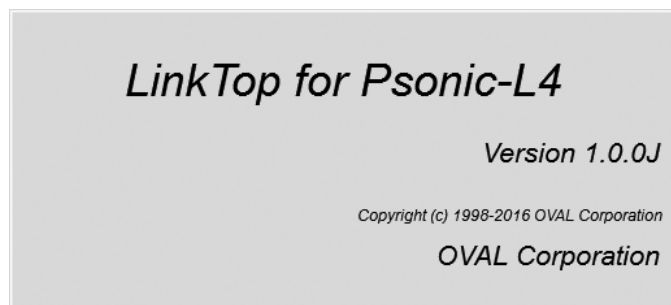
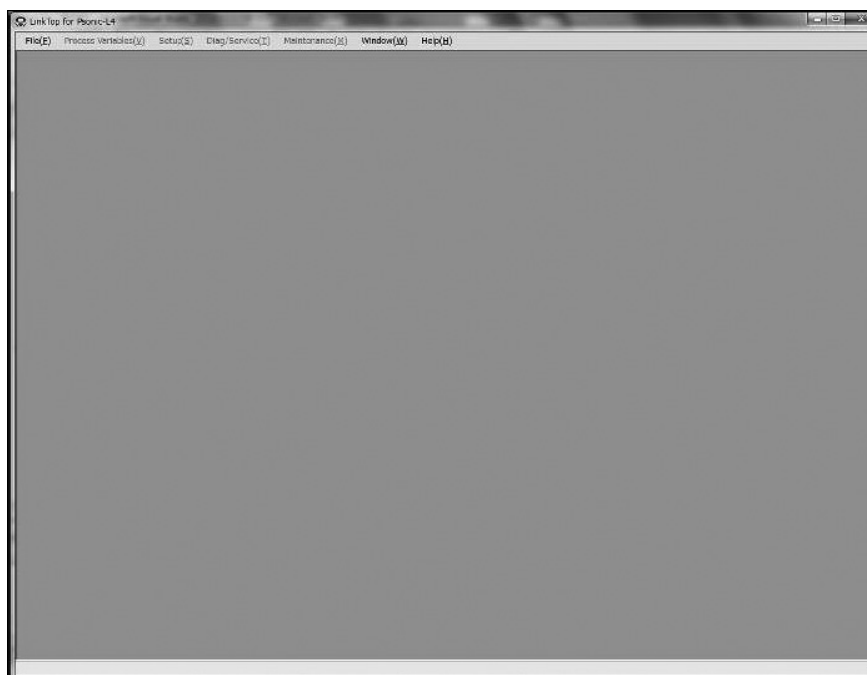

図3-2
図3-3
- ① LinkTop を起動させるには、パソコンの画面左下の「スタート」から「プログラム」の中の「LinkTop for Psonic-L4 (J) Ver1.0.0」をクリックします。または、デスクトップ上のアイコンをダブルクリックします。
- ② 次のウィンドウ（図3-2）が表示され、ソフトのバージョンを確認できます。
- ③ 図3-2 のウィンドウを数秒表示後、メインウィンドウ（図3-3）が表示されます。